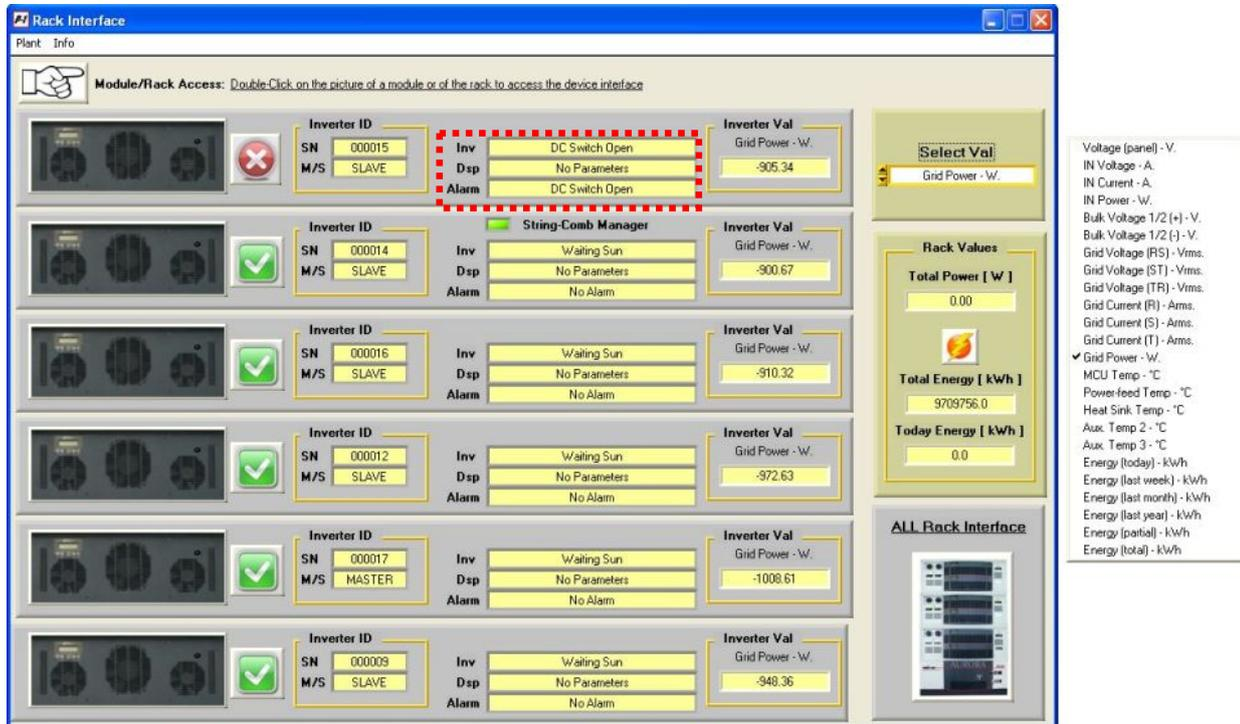

Figura 18-8 : Rack Interface – Gestione del Rack
- **Plant value:** Si visualizzano alcune informazioni del sistema: potenza istantanea prodotta (W), energia giornaliera ed energia totale prodotta (kWh).
- ➔ Facendo doppio click sull'immagine dell'inverter si accede al menu di gestione del rack (Figura 18-8) in cui è possibile controllare e identificare un eventuale allarme, ed accedere successivamente al singolo modulo.
La Figura 18-8 mostra anche il contenuto della lista con le seguenti grandezze osservabili:
- ➔ Cliccando due volte sull'immagine del rack si ritorna al menù di interfaccia di quest'ultimo (Figura 18-8).